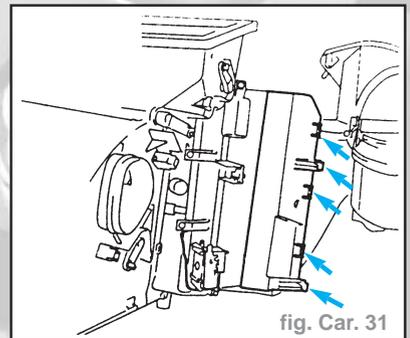

fig. Car. 31
- Déposer la boîte à gants. Déverrouiller le couvercle de service du filtre d'air pur/évaporateur (2 verrous et 3 agrafes - flèches) et rabattre (fig. Car. 31). Retirer le filtre d'air pur. Appliquer du mastic sur la gorge du boîtier et la lèvre du couvercle de service. Retirer le filtre d'Air pur/évaporateur, de telle manière que le couvercle de service se ferme parfaitement.